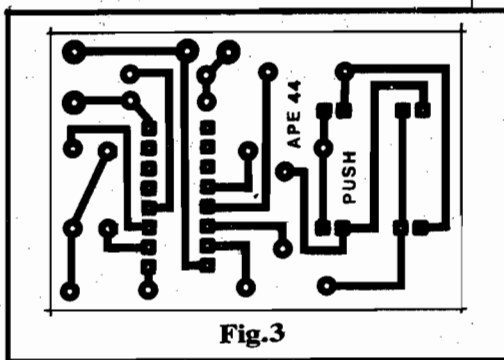

Fig.3
- FIG. 3 - LAY OUT DO CIRCUITO IMPRESSO ESPECÍFICO - Pequeno e descomplicado, o padrão de ilhas e pistas cobreadas (visto, na figura, em tamanho natural para facilitar a cópia...) pode ser facilmente desenvolvido sobre uma placa virgem de fenolite, pelos métodos tradicionais de traçagem e confecção... Com sempre, recomendamos alguns cuidados extras na verificação das regiões junto às ilhas que receberão as perninhas do Integrado, já que nesses pontos as áreas cobreadas são muitas pequenas e próximas umas das outras, induzindo a erros e falhas (tanto na traçagem quanto na corrosão...). Os "mandamentos" contidos nas INSTRUÇÕES GERAIS PARA AS MONTAGENS devem "pra variar", ser seguidos à risca...